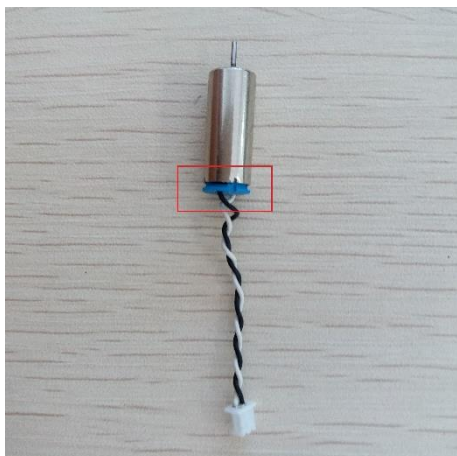
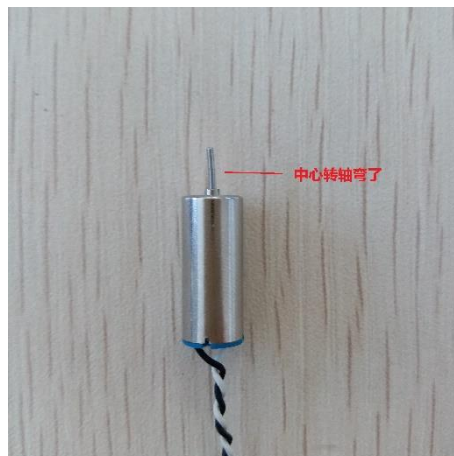

图 2.1 电机蓝色底座脱离
图 2.2 电机中心转轴弯曲
① 电机坏了，电机坏了也分好几种情况，比如像图 2.1 那种情况，电机蓝色底座脱离或者脱落，这种情况导致电机输出动力减弱，甚至有烧坏 MOS 管的可能；还有像图 2.2 那种情况，电机输出轴弯曲，输出轴弯曲，装上桨叶转动起来就会因为不平衡产生很大的震动，震动的直接结果就是导致传感器读数精度变差甚至错误；还有可能是电机长时间工作，轴承或者电刷磨损厉害，导致动力减弱，因为有刷电机是有寿命的，按正常使用来说，这个电机还是有几个月寿命的。对于这种电机坏了的情况，我们只需要换上新的电机即可。
对于如图 2.1 电机底座脱离的情况，电机就不能再使用了，只能更换新电机，因为电机在这种状态下，不但没有动力输出，甚至会导致 MOS 管烧掉或者短路，MOS 短路后，上电电机不受控制直接就转起来了，如果 MOS 管烧掉那就得联系售后返修了。